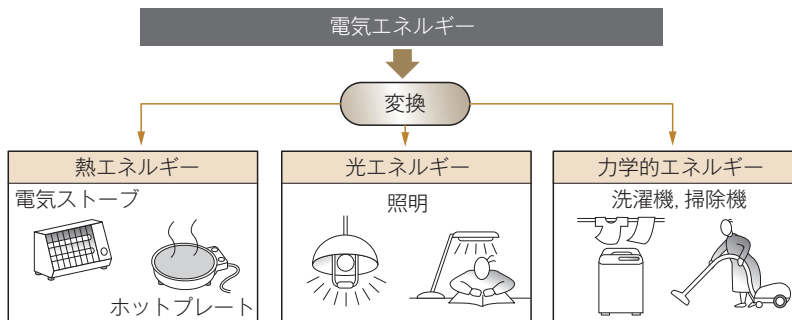

図3 身近な電気エネルギーの変換例
電熱器・ランプ・電動機などの負荷に、電圧を加えて電流を流すと、それらの負荷には、熱・光・動力が生じ、いろいろな仕事をする。図3^①は、供給された電気エネルギーが、負荷を通して熱エネ